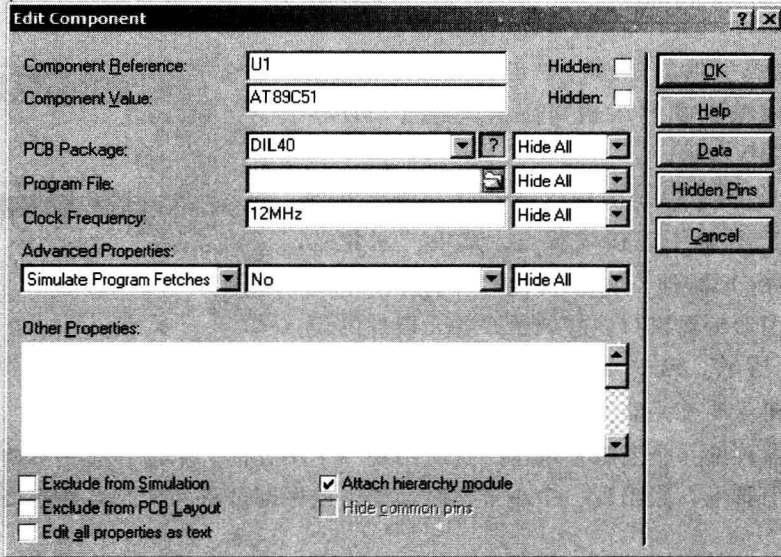

图 1-13 单片机器件编辑界面
1) 在设计好的电路图上单击 AT89C51，弹出图 1-13 所示的单片机器件编辑界面。